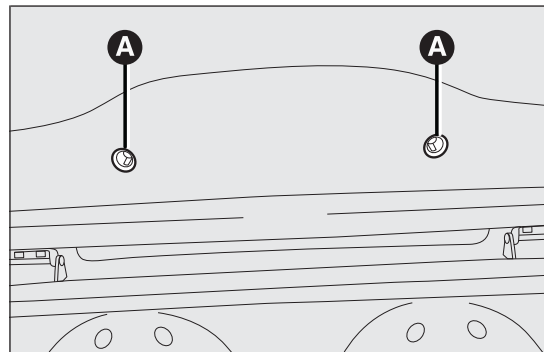

РИС. 135
- снять две защитные заглушки и раскрутить два крепежных винта А РИС. 135;